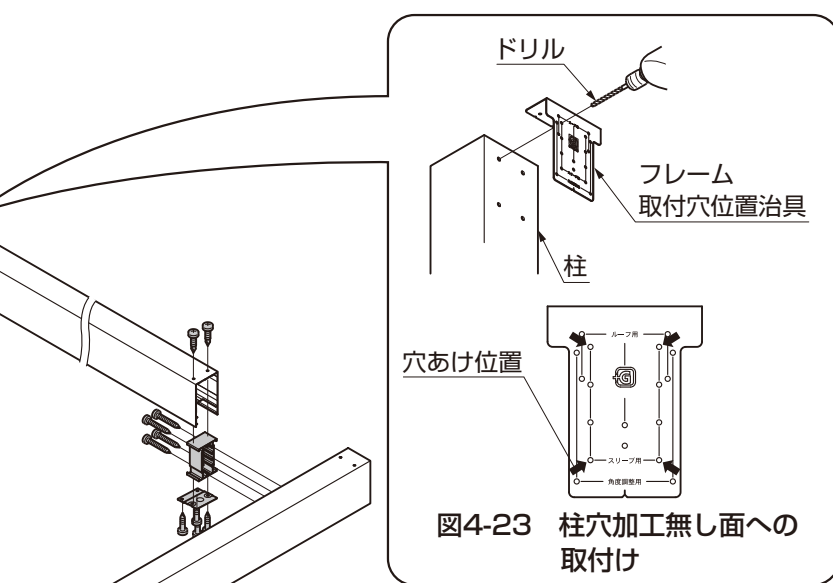

図4-23 柱穴加工無し面への取付け
- ①フレーム取付穴位置治具を柱にあて、ケガキ、ドリルで $\phi 4.5$ の穴をあけてください。(図4-23参照)
- 柱補強裏板の取付け位置は図4-23を参照してください。